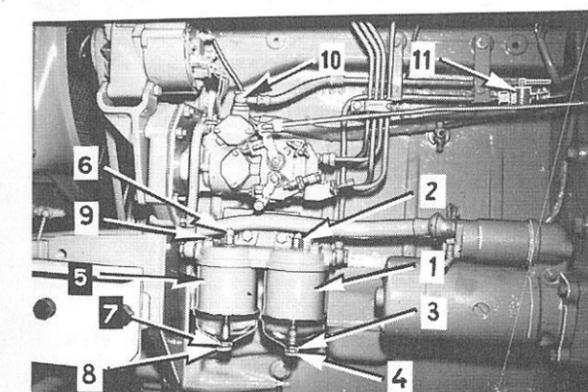

Fig. 57
Légendes de la Fig. 57:
Remplacez le filtre primaire (1), Fig. 57 toutes les 800 heures de travail et le filtre final (5) toutes les 1600 heures ou même avant si vous constatez une perte de puissance.
Filtre final (5) Fig. 57
Effectuez le plein du réservoir à combustible et ouvrez le robinet d'arrêt (11) Fig. 57.
purgez également la pompe d'injection en desserrant la vis de purge (10) Fig. 57. Resserrez-la lorsque le combustible s'écoule sans bulles d'air.